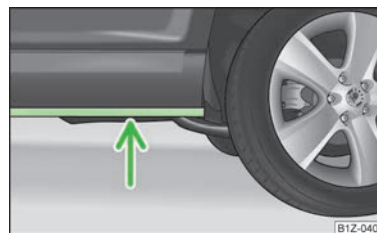

Fig. 128
- Înainte de traversarea zonei inundate, stabiliți adâncimea apei. Nivelul apei nu are voie să depășească nervura lonjeronului inferior » fig. 128;